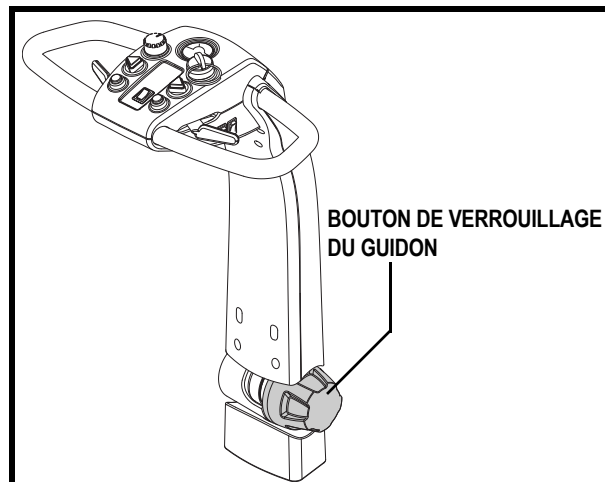

Figure 14. Réglage du guidon
1. Supportez le guidon et tournez le bouton de réglage dans le sens opposé aux aiguilles d'une montre pour desserrer le guidon. **Voir la figure 14.**